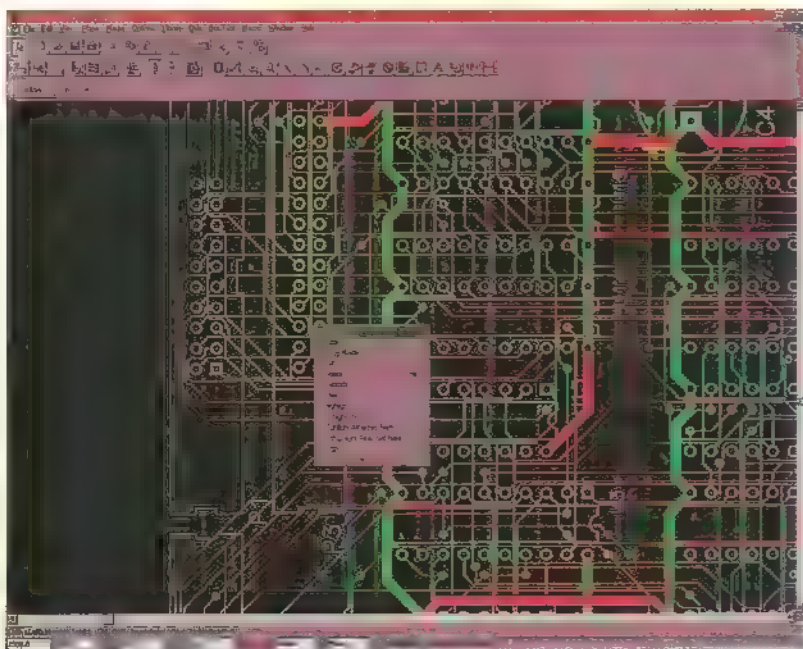

Figura 1
- meniuri senzitive la context, adică, cu un simplu click dreapta al mouse-ului, se deschide un meniu aplicabil item-ului selectat (figura 1).